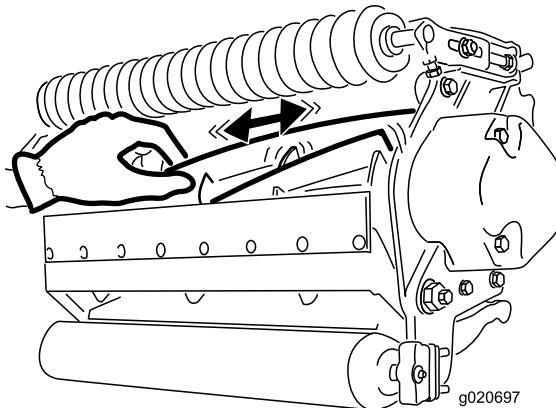

図 27
2. ポロ布を厚く巻くか丈夫なパッドのついた手袋をして、カッティングユニットの刃の部分をつかみ、リールを左右に揺すってガタがあるかどうかを調べる図27。